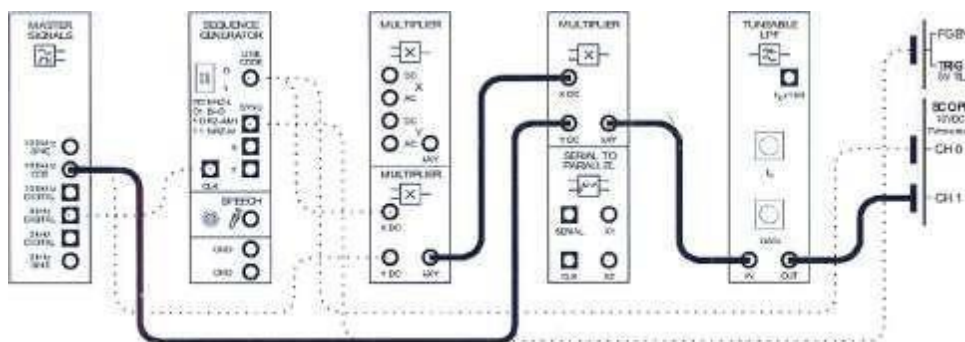

Figura 9.3
5. Conecte la misma señal 100 kHz *cos* a la entrada YDC de un segundo MULTIPLIER, la salida KXY del primer módulo MULTIPLIER conectarla a la entrada XDC del segundo MULTIPLIER, la salida de este conectarla a la entrada del Filtro Ajustable LPF. (Figura 9.3).